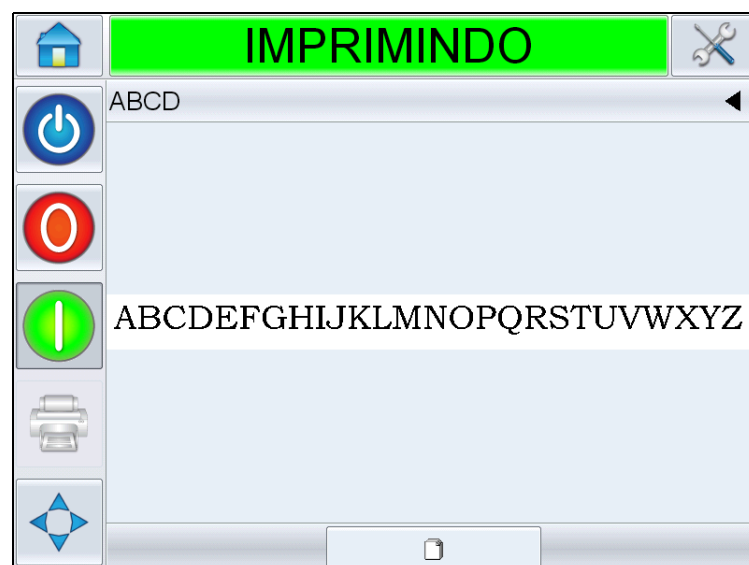

Figura 6-2: Tela de Detalhes do Trabalho Atual
- 2 Uma pré-visualização do trabalho será exibida, como mostrado Figura 6-2.